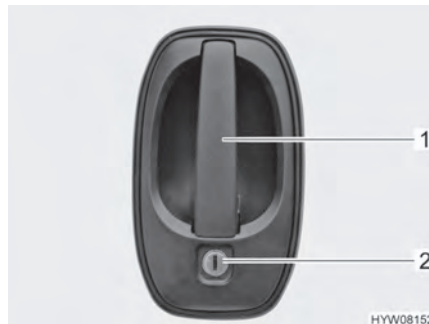

Bild 28 Dörrlås (förardörr/ingångsdörr på utsidan)
- Stick in nyckeln i låscylindern (Bild 28,2) och vrid den ända tills dörrlåset har låsts upp.
- Drag i dörrhandtaget (Bild 28,1). Dörren är öppen.
- Stick in nyckeln i låscylindern (Bild 28,2) och vrid den ända tills dörrlåset har låsts.